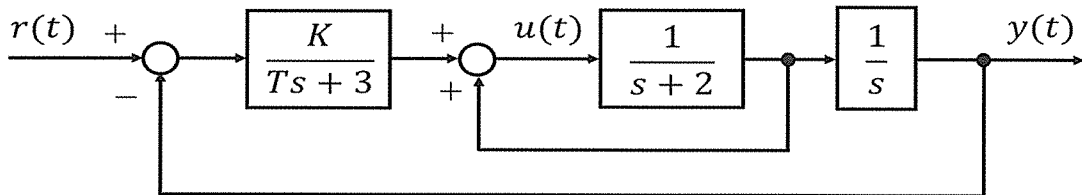

図 1
- (1) 入力を  $r(t)$ , 出力を  $y(t)$  とした伝達関数  $G_{yr}(s)$  と, 入力を  $r(t)$ , 出力を  $u(t)$  とした伝達関数  $G_{ur}(s)$  をそれぞれ求めよ。
- (2) 図 1 のフィードバック制御系が安定となる  $K$  と  $T$  の範囲を求めよ。
- (3)  $T = 0, K = 12, r(t) = \sin 2t$  としたときの定常応答が  $y(t) = A \sin(\omega t + \phi)$  となった。 $A, \omega, \phi$  をそれぞれ求めよ。
- (4)  $K$  と  $T$  は図 1 のフィードバック制御系が安定となる範囲とし,  $r(t)$  として以下の信号を入力した。